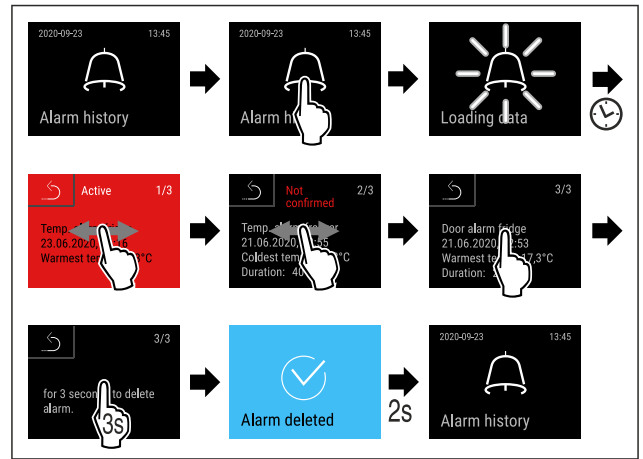

Fig. 165
- ▶ Εκτελέστε τα βήματα ενεργειών (βλέπε Fig. 165).